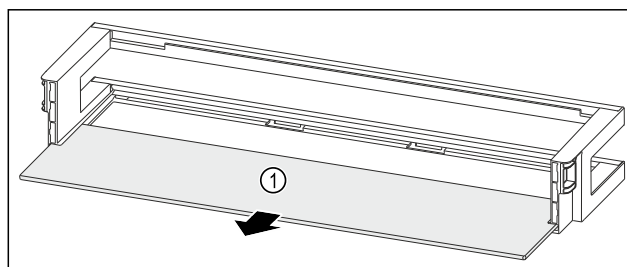

Fig. 91 Balconcino controporta con ripiano
- Rimuovere il ripiano Fig. 91 (1).